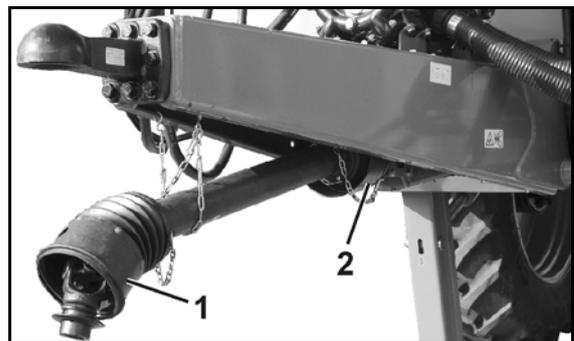

図 12
- 図 12/...
- (1) プロペラシャフト保護パーツとチェーン
- (2) 機械側の保護カバー